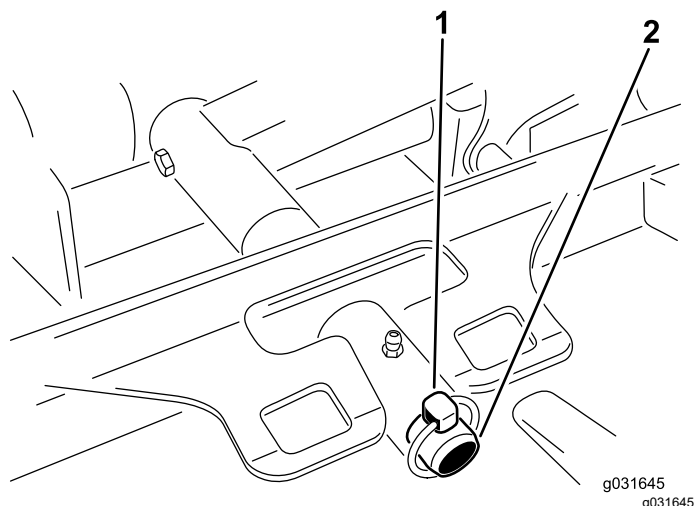

Figura 69
3. Togliete l'acciarino o il dado di ritegno che fissano il telaio portante del piatto di taglio al perno orientabile del braccio di sollevamento (Figura 69).
3. Fate scorrere il telaio portante del piatto di taglio sul perno orientabile del braccio di sollevamento e fissatelo con l'acciarino o il dado di ritegno (Figura 69).